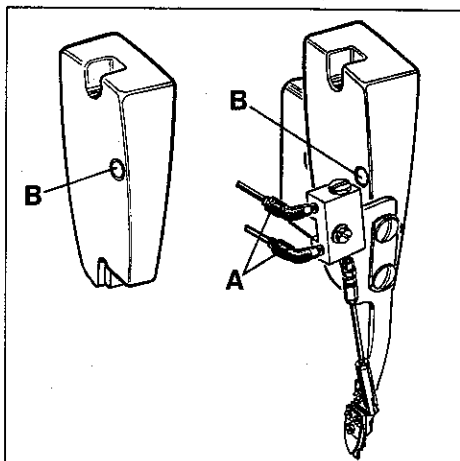
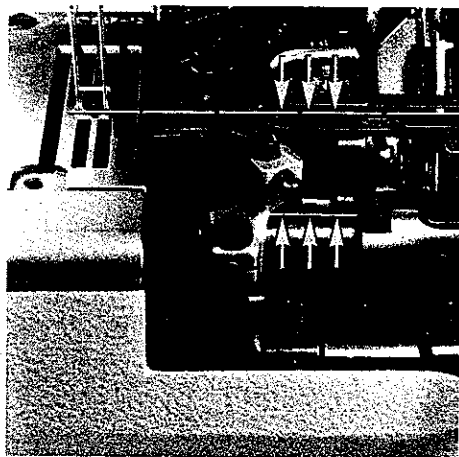
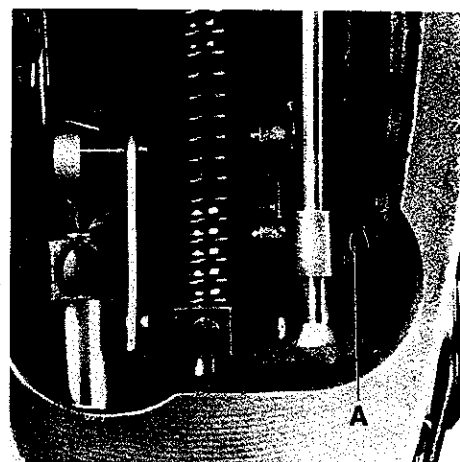
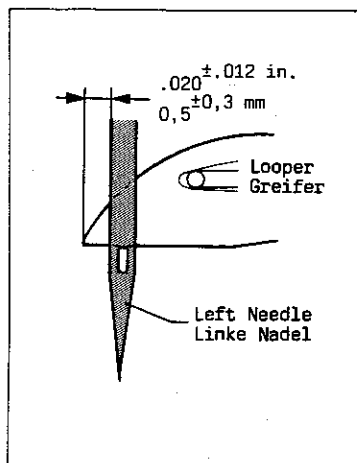

Fig.19
Fig.21
Fig.20
Fig. 23
1. Remove the head cover*, presser foot and feed dogs. For removing the head cover on styles with cover thread trimmer the PA-tubes have to be disconnected on the swivel elbows (A, Fig. 19) of the air cylinder.
3. Loosen screw (A, Fig. 20) and turn needle bar as required, so the needles center in the needle holes of throat plate and are parallel to the looper shaft (see Fig. 21). This can be checked by holding a ruler against the needles.
4. Retighten screw (A, Fig. 20).
- * The needle bar can also be aligned and set to height without removing the head cover. For this, remove plug (B, Fig. 19) in the head cover to have access to screw (A, Fig. 20) in the needle bar connection. Remount the plug.
1. Entfernen Sie den Kopfdeckel*, Drückerfuß und Transporteure. Zum Entfernen des Kopfdeckels müssen bei Maschinen mit Legfadenabschneider die PA-Schläuche an den Winkleinverschraubungen (A, Fig. 19) am Luftzylinder gelöst werden.
3. Lösen Sie die Schraube (A, Fig. 20) und drehen Sie die Nadelstange so, daß die Nadeln mittig in die Stichlöcher der Stichplatte einstechen und parallel zur Greiferwelle stehen (siehe Fig. 21). Dies kann durch Anlegen eines Lineals an die Nadeln geprüft werden.
4. Ziehen Sie die Schraube (A, Fig. 20) wieder an.
- * Die Nadelstange kann auch ohne Abbau des Kopfdeckels ausgerichtet und auf die Höhe eingestellt werden. Entfernen Sie dazu den Verschlußstopfen (B, Fig. 19) im Kopfdeckel, damit die Schraube (A, Fig. 20) im Nadelstangen-Mitnehmer zugänglich wird. Montieren Sie den Verschlußstopfen wieder.
The height of needle bar is correct, when the looper point at its travel from right to left is 0.5 mm (.020 in.) left of the left needle (see Fig. 23) and the top of the needle eye is flush with the underside of the looper. For adjustment loosen screw (A, Fig. 20)* and move needle bar up or down as required. Retighten screw (A).
* The needle bar can also be aligned and set to height without removing the head cover. For this, remove plug (B, Fig. 19) in the head cover to have access to screw (A, Fig. 20) in the needle bar connection. Remount the plug.
Die Nadelstangenhöhe ist richtig eingestellt, wenn die Greiferspitze bei ihrem Weg von rechts nach links 0,5 mm links der linken Nadel steht (siehe Fig. 23) und Oberkante Nadel-ohr und Unterkante Greifer in gleicher Höhe stehen. Lösen Sie für diese Einstellung die Schraube (A, Fig. 20)* und schieben Sie die Nadelstange nach Bedarf nach oben oder unten. Ziehen Sie die Schraube (A) wieder an. Beachten Sie, daß bei dieser Einstellung die Nadelstange nicht verdreht wird.
* Die Nadelstange kann auch ohne Abbau des Kopfdeckels ausgerichtet und auf die Höhe eingestellt werden. Entfernen Sie dazu den Verschlußstopfen (B, Fig. 19) im Kopfdeckel, damit die Schraube (A, Fig. 20) im Nadelstangen-Mitnehmer zugänglich wird. Montieren Sie den Verschlußstopfen wieder.